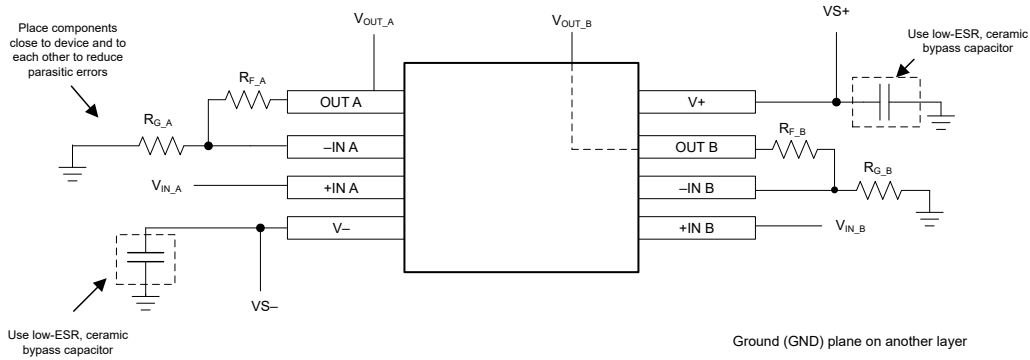

図 7-10. 非反転型アンプ構成のオペアンプ基板のレイアウト
- デカップリング コンデンサをデバイスのできるだけ近くに配置します。図 7-10 が示すように、帰還抵抗 ( $R3$ ) とゲイン抵抗 ( $R4$ ) は反転入力の上に配置して、寄生容量を最小限に抑えます。